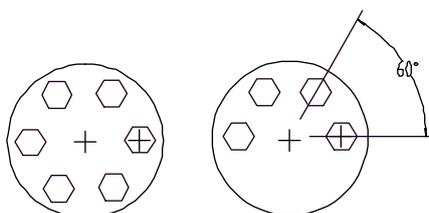

图 4-36 立即菜单 2
- 5) 用鼠标单击立即菜单中的【3：均布】，则立即菜单转换为图 4-36 所示的内容。